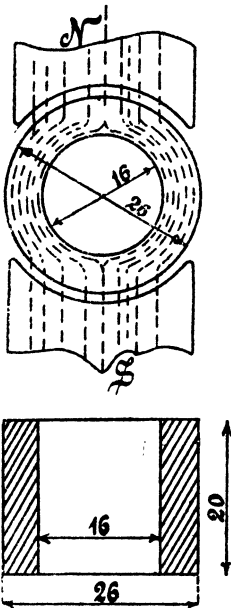

Fig. 74.
195. Der Ringanker eines Elektromotors besitzt 26 [30] (40) cm äußeren und 16 [18] (24) cm inneren Durchmesser; seine Länge beträgt 20 cm, wovon 15% für die Papierisolation der einzelnen Blechscheiben abzurechnen sind. (Fig. 74.) Die Bewickelung soll aus isoliertem Draht von 3 [2] (2,5) mm Durchmesser unbesponnen und 3,5 [2,5] (3) mm mit Umspinnung bestehen. Die Kraftliniendichte sei 10000 [12000] (9000), die Tourenzahl 1200 [1000] (800) pro Minute. Gesucht wird: